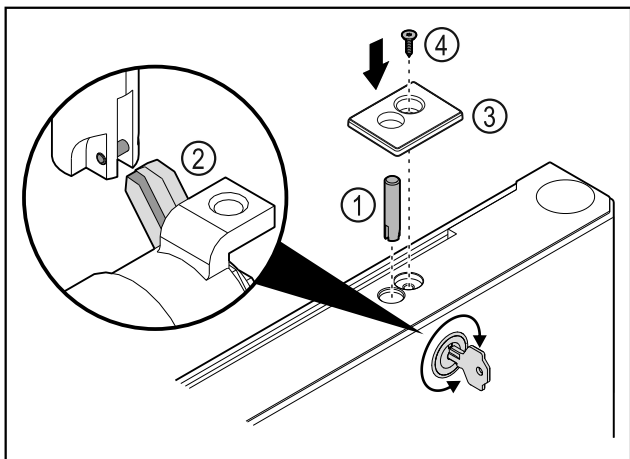

Fig. 41
- Vendosni kunjën e bravës Fig. 41 (1).
- Rrotulloni lehtë bravën, në mënyrë që kunjë i bravës Fig. 41 (2) të futet në kanalën e bravës.
- Vendosni kapakun mbulues Fig. 41 (3).
- Vendosni vidën Fig. 41 (4).